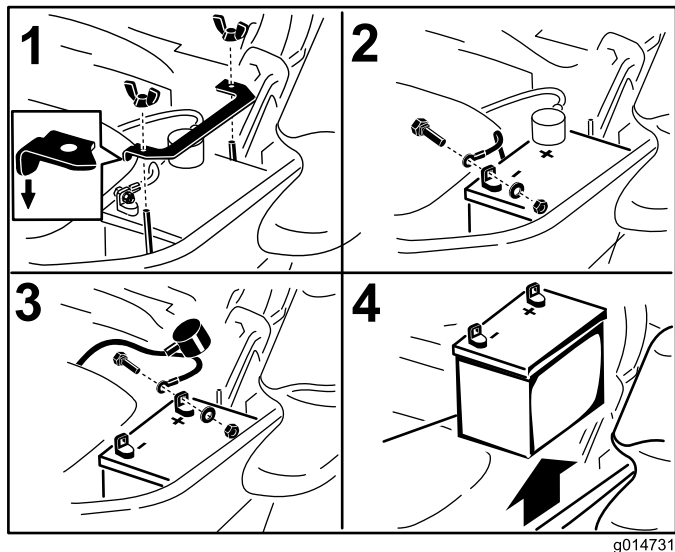

Figure 46
3. Commencez par débrancher le câble négatif (noir) de la borne négative (-) (noire) de la batterie (Figure 46).
4. Enlevez le capuchon rouge de la borne positive (rouge) de la batterie et débranchez le câble positif (+)(rouge) (Figure 46).
5. Retirez l'écrou à oreilles qui fixe la barrette de maintien de la batterie (Figure 46).
6. Déposez la barrette (Figure 46).
1. Placez la batterie dans son support en tournant les bornes à l'opposé du réservoir hydraulique (Figure 46).
4. Fixez les câbles avec 2 boulons, 2 rondelles et 2 contre-écrous (Figure 46).
6. Reposez la barrette et fixez-la avec l'écrou à oreilles (Figure 46).